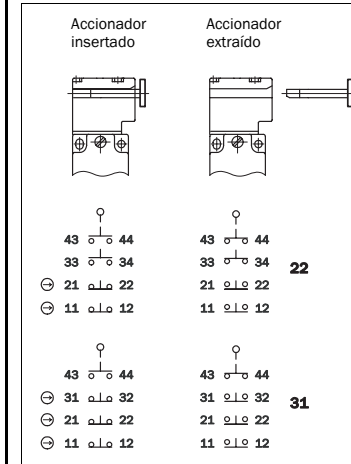

Fig. 3: Elementos de contacto y funciones de conmutación para variantes con entrada de cables M20
- Ocupación de contactos, ver Fig. 3.